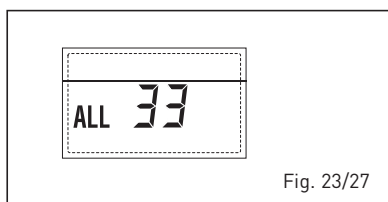

Fig. 23/27
- **ANOMALIA COMUNICAZIONE SCHEDINO RS-485 IN MODALITA' CASCATA "ALL 34" (fig. 23/28)**